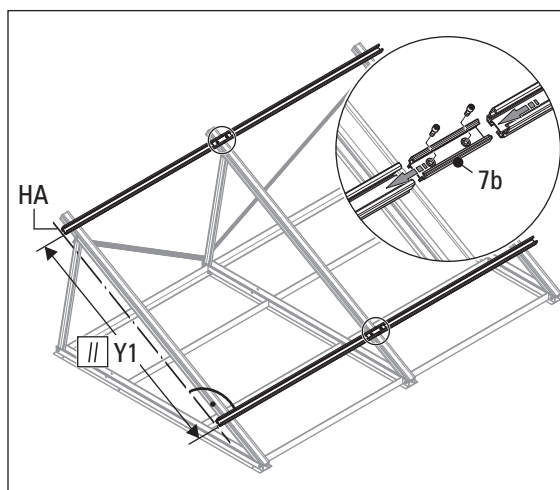

Bild 3-11 Montageprofilschienen montieren, 1. Schritt
- Beide Montageprofilschienen exakt plan an der Markierungslinie A (HA) und parallel zueinander ausrichten (siehe Bild 3-11). Bei Bedarf die Montageprofilschienen in geeigneter Weise unterlegen.
- Beide Montageprofilschienen exakt plan am Flachdachgestell und parallel zueinander ausrichten (siehe Bild 3-11). Bei Bedarf die Montageprofilschienen in geeigneter Weise unterlegen.
13. Montageprofilschienen mithilfe des Verbinders (Pos. 7b) verschrauben (Bild 3-11).